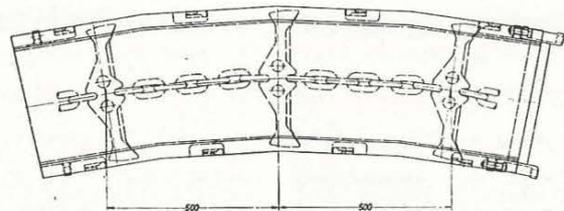

Fig. 13. — Couloir de convoyeur EKF, incurvé à 22°.
- avec couloirs incurvés, de 22° d'angle (fig. 13) : 4 m